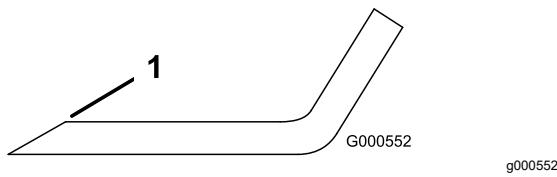

Рисунок 79
1. Для загострення ріжучої кромки на обох кінцях ножа використовуйте напилок (Рисунок 79).
Примітка: Якщо ніж не збалансований, зніміть напилком частину металу лише в кінці площині вітрильності (Рисунок 79).